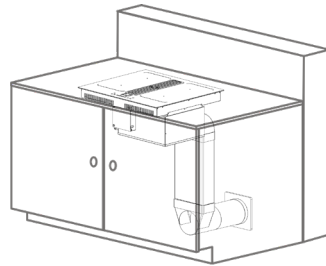

Imagen 8
9. La instalación ya está completa (véase la imagen 8).